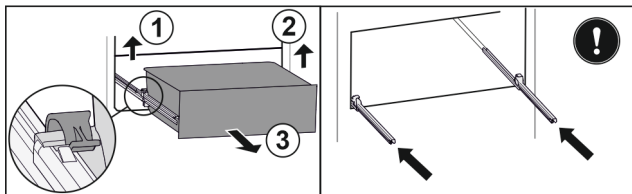

Fig. 101
- ▶ Løft den venstre klemme, og træk samtidigt skuffen i venstre side fremad. Fig. 101 (1)
- ▶ Løft den højre klemme, og træk samtidigt skuffen i højre side fremad. Fig. 101 (2)
- ▶ Tag skuffen ud fremefter. Fig. 101 (3)